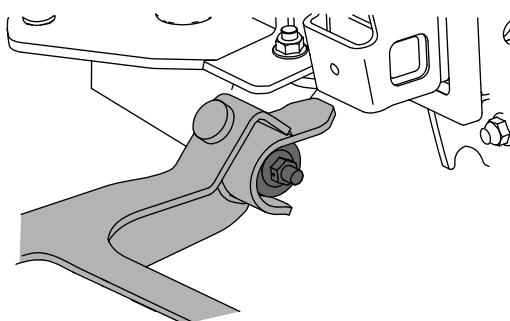

Figure 16
13. Place les fourches de la souffleuse sur les bagues (Figure 16).